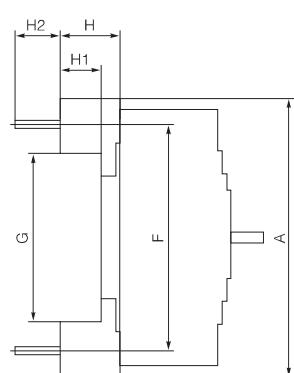

图17
- CFM3E-125、250、400、630、800插入式板后接线安装孔位尺寸及安装板开孔尺寸见图17、18、19